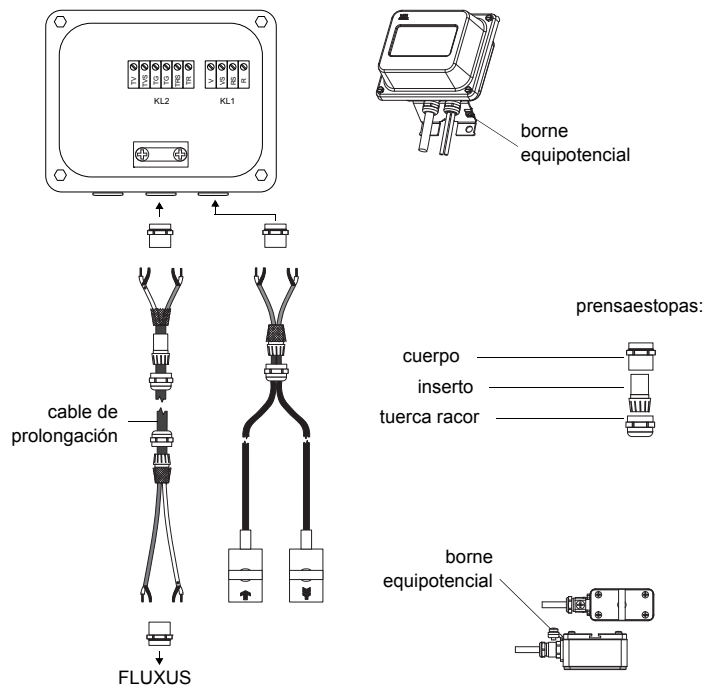

Fig. 6.5: Conexión del cable de prolongación y del transductor en la caja de bornes
- Desmontar el prensaestopas de la caja de bornes (véase Fig. 6.5).